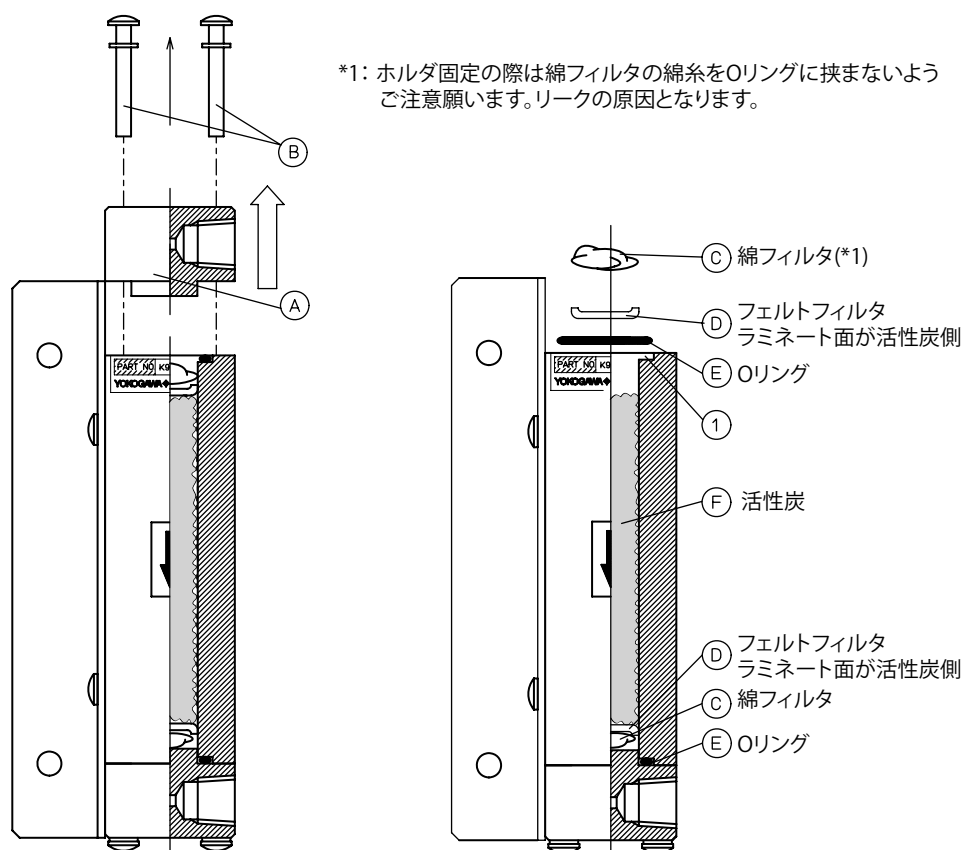

図7.4 活性炭フィルタの交換
- (1) ホルダ ① のねじ（ワッシャ含む）② 4 個を緩め、ホルダ ① を取り外します。（図 7.4）
- (2) 綿フィルタ ③ およびフェルトフィルタ ④、Oリング ⑤ を取り出します。
- (3) 活性炭 ⑥ を廃棄します。